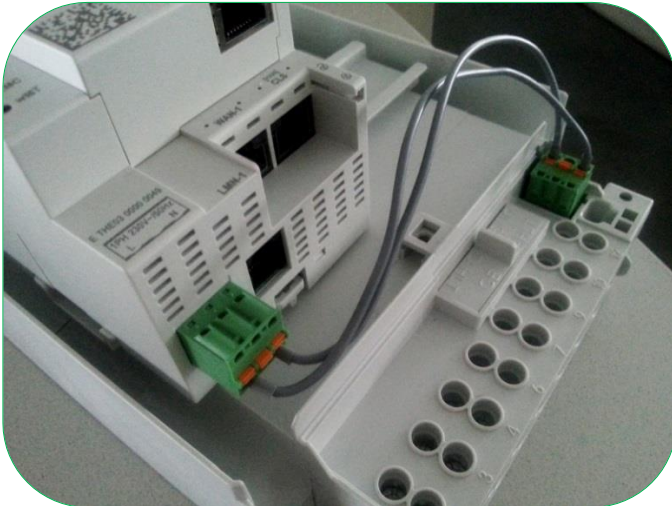

Bild 41: Power Kabel Verbindung
- Power Kabel an Power Konnektor und Stromkabel an den SMGw anschließen (Bild 41).